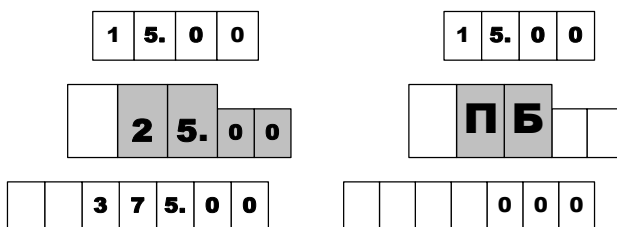

Рисунок 3
10.6 При начале новой заправки, когда колонка готова к отпуску топлива, на указателе разового учета появляется мигающая *заданная* доза, а в случае отпуска до полного бака – символы "ПБ" (рис. 3). Это дает клиенту удобный способ определить, когда можно начать заправку, а также убедиться, что задано то количество топлива, которое он заказывал. При продолжении заправки всегда отображается *отпущенная* доза.